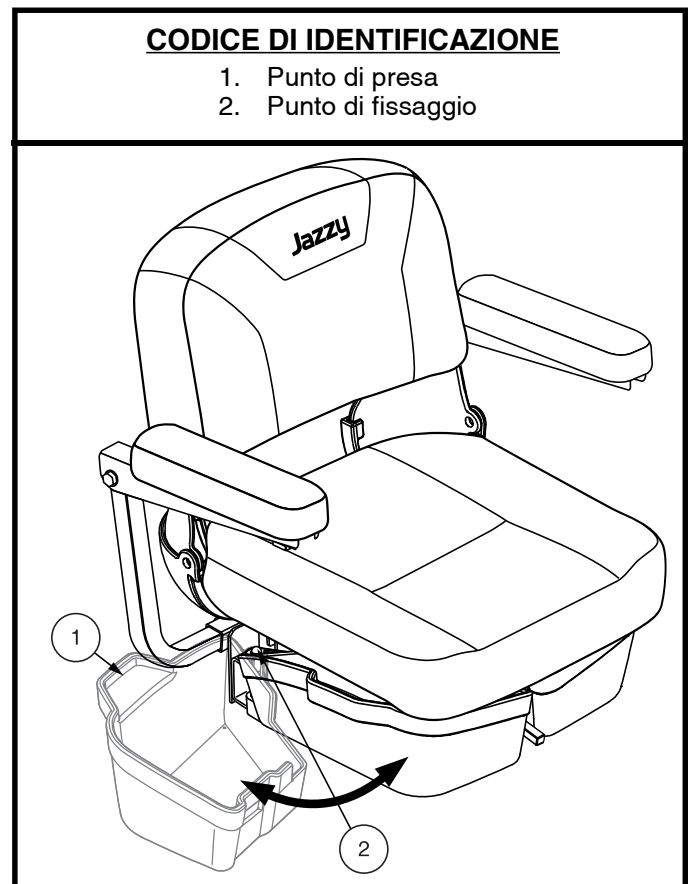

Figura 31. Vano portaoggetti sotto il sedile
1. Sollevare leggermente il punto di presa sul lato del cestello portaoggetti (**vedere figura 31**) e far scivolare il cestello fuori dalla miniscooter.
1. Sollevare leggermente il punto di presa posto sul lato del cestello portaoggetti (**vedere figura 31**) e far scivolare completamente il cestello fuori dalla miniscooter.
2. Se è dotato, rimuovere lo portaoggetti sotto il sedile. **Vedere la figura 31.**
7. Se è dotato, togliere lo portaoggetti sotto il sedile. **Vedere figura 31.**